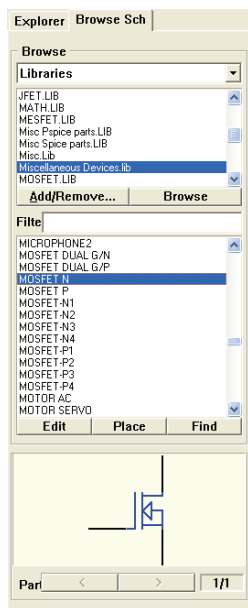
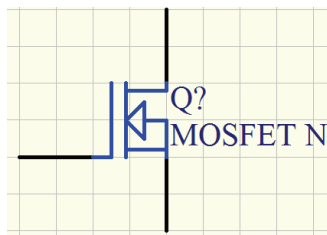

图 4-118 选择元件
图 4-119 放置元件
(14) 放置场效应晶体管元件。打开“Browse Sch”选项卡，在当前元件库名称栏选择“Miscellaneous Devices.Lib”，选择元件 MOSFET N，如图 4-118 所示。单击 **Place** 按钮，放置 1 个晶体管元件在原理图纸上，如图 4-119 所示。